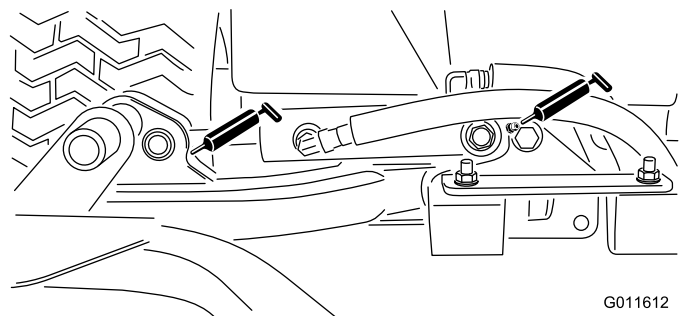

Figure 48
- Vérins des bras de levage des plateaux de coupe (x 2) (Figure 48)
- Pivots des bras de levage (x 1) (Figure 48)